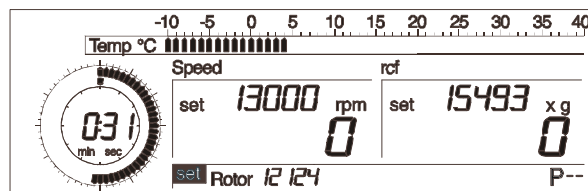

Abb. 5.20: Rotorwahl
- Drehen Sie den linken Drehknopf, bis im Anzeigenfeld "set" vor der Option "Rotor" erscheint (Abb. 5.20).